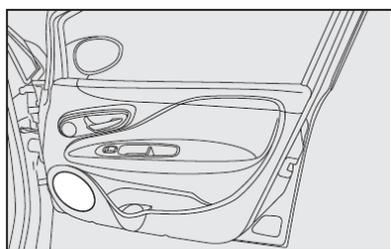

fig. 128
- alto-falantes na porta dianteira **fig. 128**;